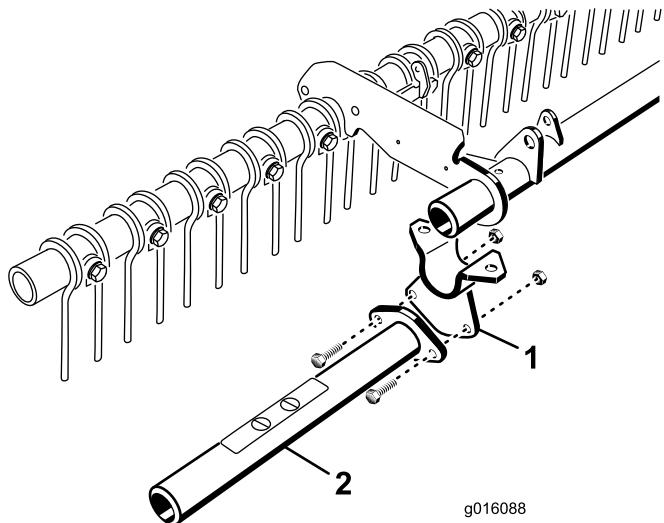

図 10
**注** サンドプロにミッドマウントツールシステムが搭載されている場合には、サドルブラケット（とフットガードがついている場合にはフットガードも）を機体に固定している金具類を取り外します。サドルブラケットおよびフットガードとそれらの固定具を外して捨ててください（図 10）。そして、ミッドマウントツールシステムが落ちないように何かで支えてください。